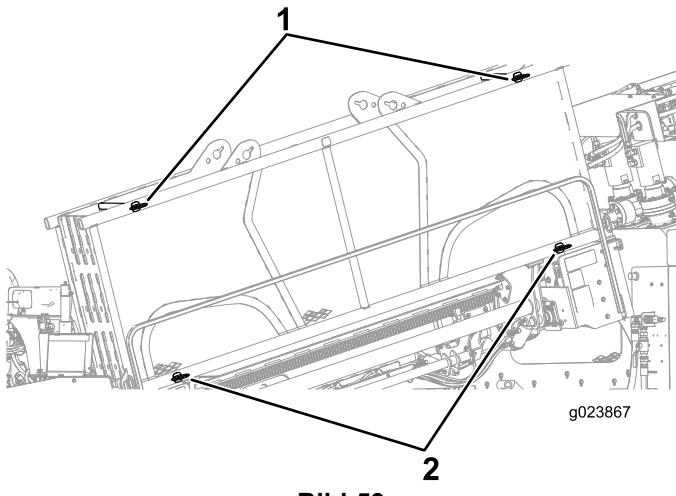

Bild 59
- Stellen Sie sicher, dass die zwei oberen und zwei unteren Stifte montiert sind, um das Rohr im Rohrhalter zu befestigen (Bild 59).